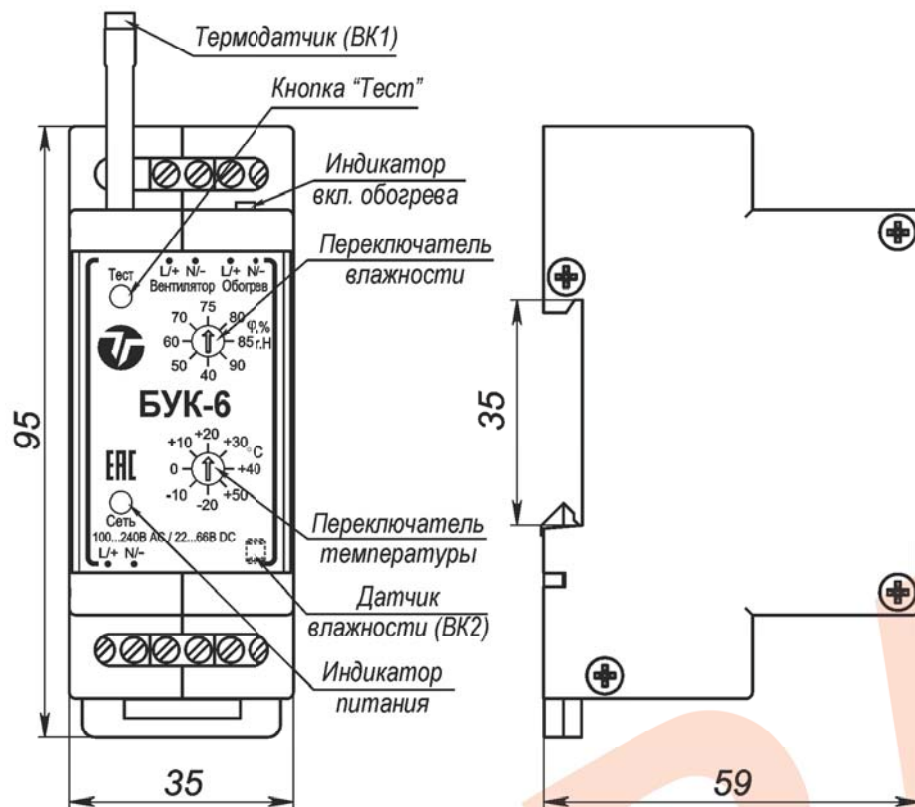

Рис.1 Внешний вид и габаритные размеры.
Внешний вид и габаритные размеры изделия приведены на рис.1.
- температура включения обогревателя/вентилятора устанавливается переключателем температуры (рис.1). Производителем выставлено значение +20°C. При данной установке обогреватель включается при достижении температуры 20°C, отключается при +25°C, а вентилятор включается при достижении температуры +25°C, отключается при +20°C;
- значение влажности устанавливается переключателем влажности (рис.1). Производителем выставлено значение 75% г.Н. При данной установке обогреватель включается при достижении влажности 75% г.Н., отключается при 72% г.Н., а вентилятор включается при достижении влажности 72% г.Н., отключается при 75% г.Н.